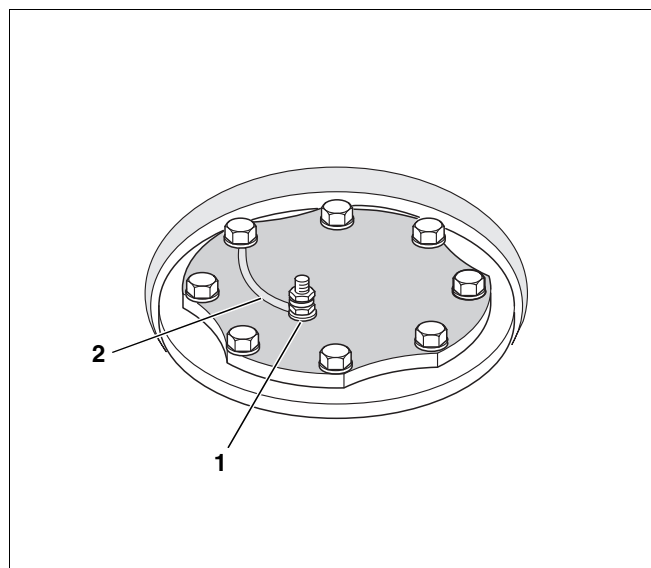

Fig. 5 Raccordement de l'anode au magnésium
- Vérifier si le câble de mise à la terre (fig. 5, **pos. 2**) de l'anode au magnésium est connecté.